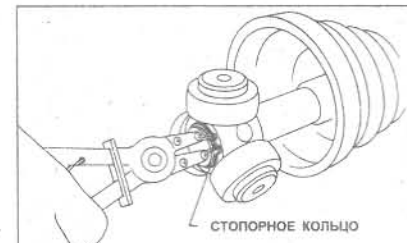

Рис. 8.10 Снимите стопорное кольцо (Глава 4)
- 19 Пометьте положение корпуса соединения на валу, снимите корпус соединения с паука. Отметьте положение паука на валу, снимите стопорное кольцо с конца вала. Снимите паук и чехол с вала (Рис. 8.10).